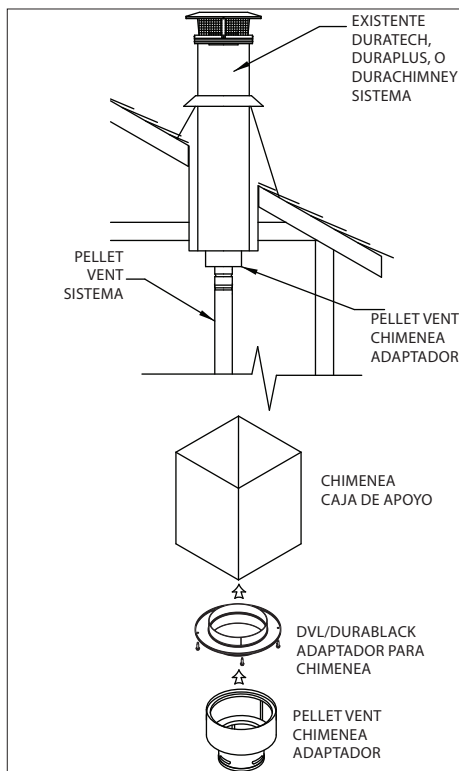

Figura 7
6. Si se desea adjuntar a una chimenea DuraTech de 6", 7" u 8" (152, 177 o 203 mm) DuraPlus o DuraChimney existente, soportada ya sea en el techo o en el cielo raso: **(Figura 7):**
C. Instale un adaptador de chimenea DVL / DuraBlack en la caja de apoyo de cielo raso existente, como se muestra en la **Figura 7**. Tenga en cuenta que el adaptador de chimenea DVL / DuraBlack sólo se conecta a sistemas de chimenea DuraVent.
E. Conecte el aparato al adaptador de chimenea mediante un adaptador de tubo, tramos de tubería según sea necesario, y un tubo de longitud ajustable. Deslice la longitud ajustable hacia abajo sobre la sección superior del tubo, posicione la instalación verticalmente a plomo, a continuación deslice la longitud ajustable hacia arriba gírela para bloquearla al adaptador de la chimenea. Una vez que todos los componentes estén firmemente asentados y alineados correctamente, taladre tres orificios de 1/8" (3.2 mm) de diámetro a través de la manga exterior sólo en el centro de las ranuras ubicadas en el fondo de la tubería de longitud ajustable. No penetre el revestimiento interior. Use (3) tornillos para lámina metálica de 3/8" (9.52 mm) de longitud para fijar el tubo de longitud ajustable. La instalación completa se verá como la
(Figura 7):